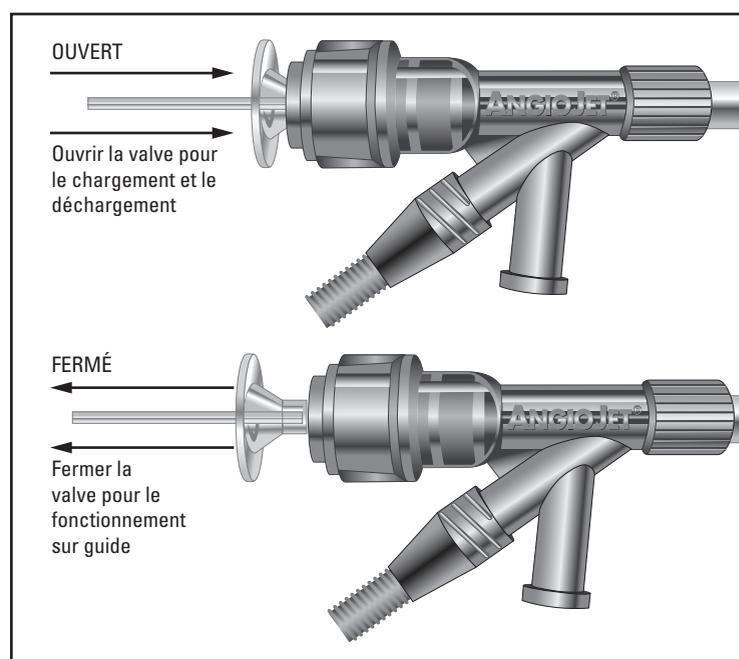

Figure 2. Fonctionnement de l'embase Tru-Seal™
3. Avant de charger, ouvrir la valve hémostatique en appuyant sur l'introducteur de l'embase AVX. (Figure 2)
5. Fermer la valve hémostatique en agrippant l'introducteur et en le tirant vers l'arrière ; un clic se fait entendre. (Figure 2) Aucun réglage de la valve hémostatique Tru-Seal n'est nécessaire. En cas de fuite, vérifier que l'introducteur est bien fermé à fond. (Figure 2)